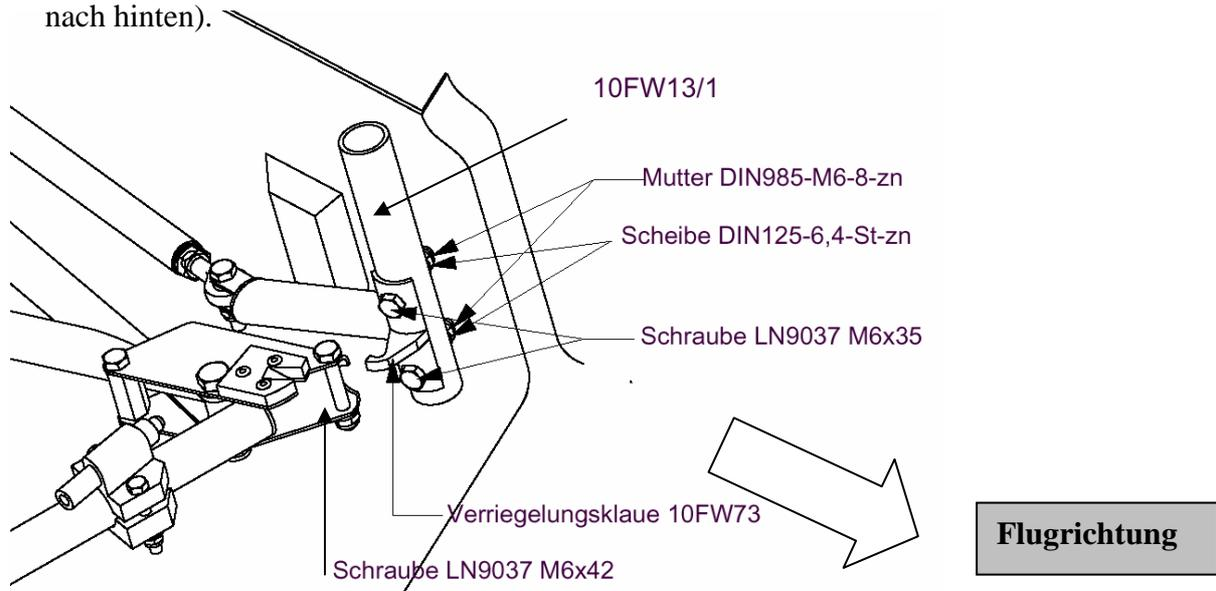

Abb. 5: Einbau der Verriegelungsklaue
- Verriegelungsklaue 10FW73 entsprechend Abb. 5 einbauen. Die beiden Schrauben, die unter Punkt 7 ausgebaut wurden, jetzt in umgekehrter Richtung wieder einbauen (von vorn nach hinten).